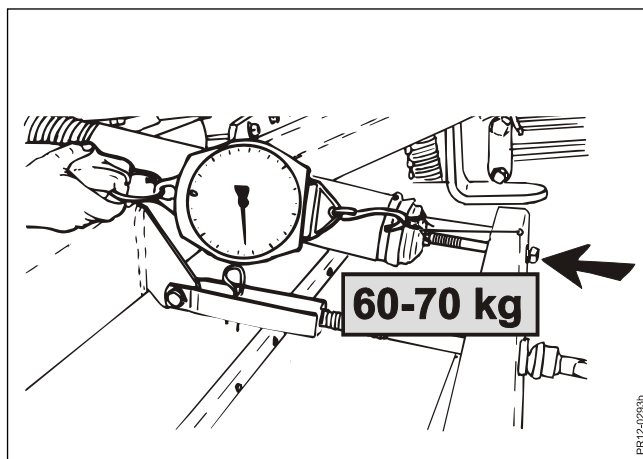

Fig. 3-15
- Fig. 3-15** Start med **ca. 60-70 kg** i hver side.